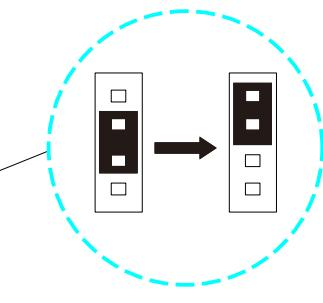

图 6.6B
**注:** 多机并联或传输距离较远时, 建议将最后一台逆变器转接板上CN5排针的跳线帽从默认的2/3脚改为3/4脚(如图6.6B所示), 引入匹配电阻。